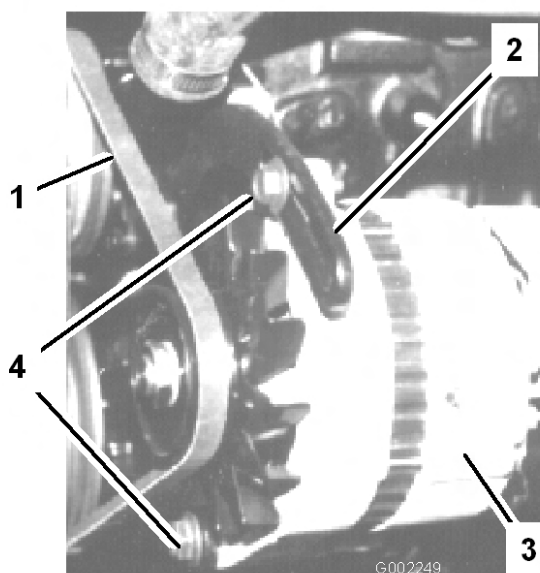

Figura 56
3. Afloje los pernos que fijan el tirante al motor y el perno que fija el alternador al tirante (Figura 56).